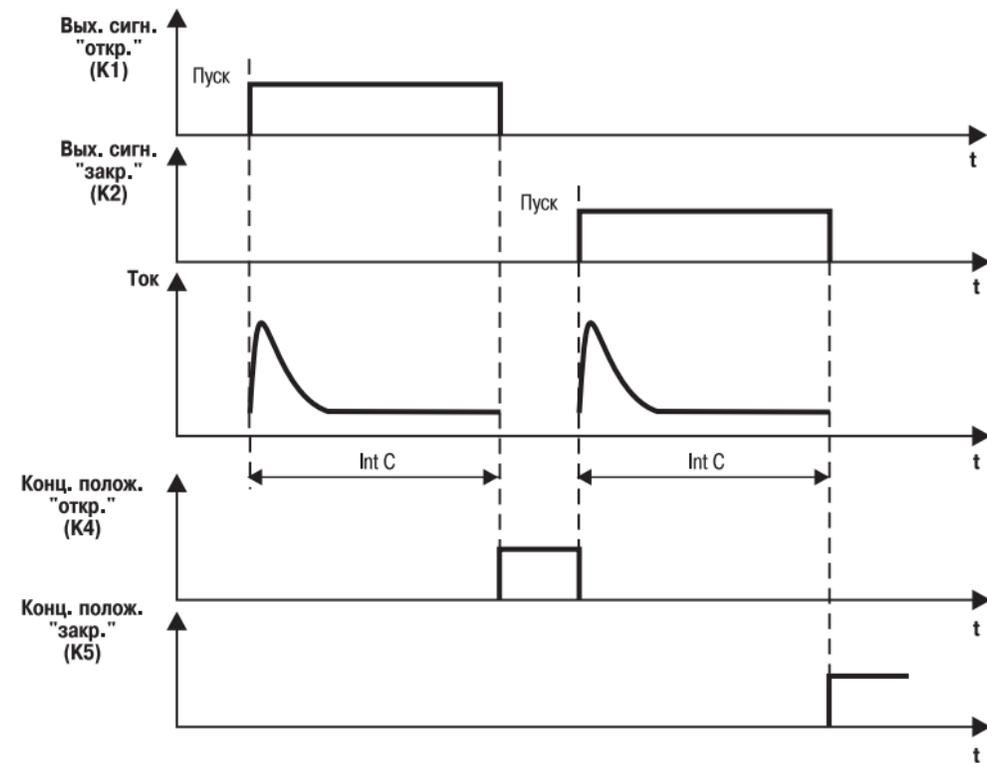

Рис. 7
3.2.11.1.3. При $PrES = 2$ концевые положения определяются только по времени, определенном в параметре \bar{cnEL} (рис. 7).